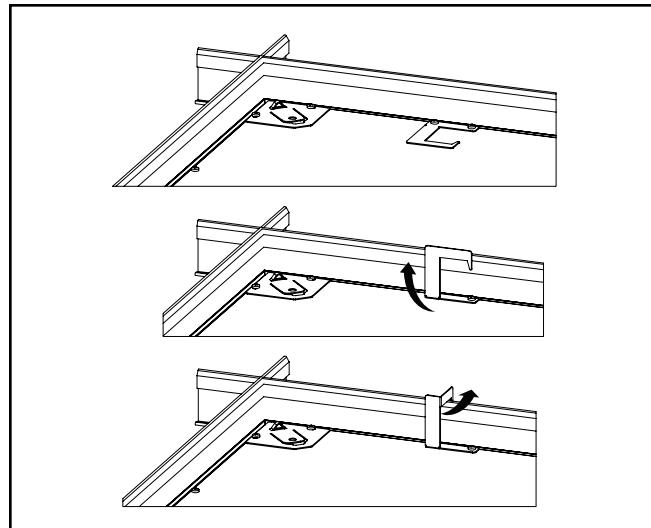

Figura 4.
- Se proporcionan clips para lograr una unión mayor al sistema de techo. Guíe las 4 lengüetas en la parte posterior del aplique por encima de la red T al doblarlas hacia arriba 90 grados en dirección perpendicular a la parte posterior. Luego, doble las lengüetas 90 grados hacia el marco de la red T. (Figura 4.)